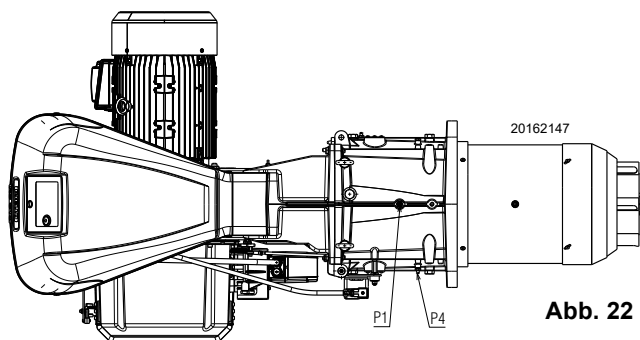

Abb. 22
Gasdruck, gemessen am Anschluss P1)(Abb. 22) unter folgenden Bedingungen:
- vom Gasdruck am Anschluss P1) (Abb. 22) den in der Brennkammer vorhandenen Druck abziehen.
Gasdruck an der Entnahmestelle P1) (Abb. 22) = 27.6 mbar
Um hingegen den am Anschluss P1)(Abb. 22) erforderlichen Gasdruck zu ermitteln, nachdem die MAX. Leistung festgelegt wurde, bei der der Brenner arbeiten soll:
- Rechts, in Spalte 1, den Druck am Anschluss P1)(Abb. 22) ablesen.
Erforderlicher Druck am Abnahmeanschluss P1)(Abb. 22).